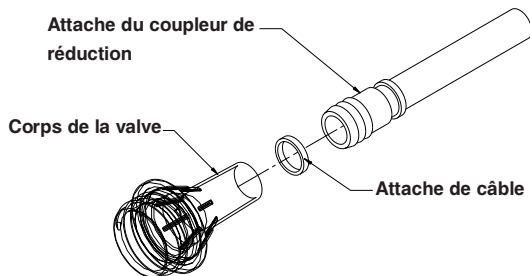

Figure 3
4. En utilisant la pince coupante diagonale, couper l'attache de câble la plus proche du côté pieds de la housse du matelas en attachant le tuyau de faible perte d'air et l'attache du coupleur de réduction au corps de la valve (voir Figure 3).
5. En utilisant la pince coupante diagonale, couper l'attache de câble la plus proche du côté pieds de la housse du matelas qui attache le tuyau de faible perte d'air et l'attache du coupleur de réduction au corps de la valve (voir Figure 3 à la page 20).